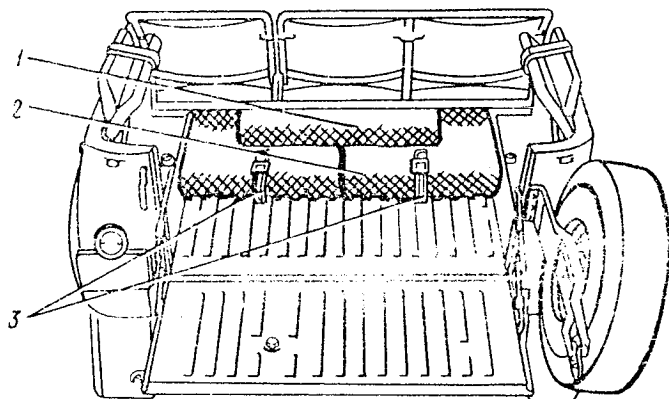

Bild 242. Verpackung des Verdecks:
5. Verdeckpakete (Bild 242) unter den hinteren Sitz bzw. bei zusammengeklappten hinteren Sitzen zwischen den Rückenlehnen der vorderen Sitze legen.